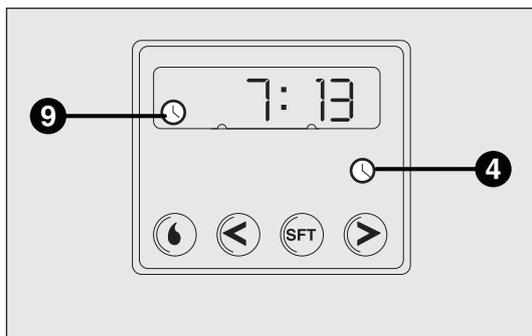

fig. 58
- Premere il pulsante 4: si accenderà il display e la spia 9-fig. 58;
### Letture dell'ora corrente fig. 58